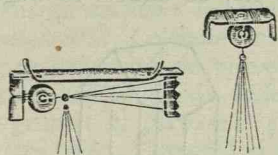
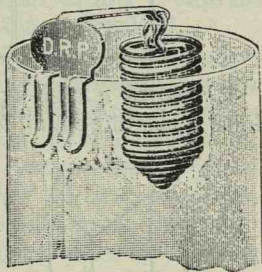

Fig. 208. Burete cu sârme de platin.
Fig. 209. Aprinzătoare de gaz.
**Aprinzătoarele de gaz** sunt făcute cu burete de platin legat cu sârme *foarte subțiri* de platin, fig. 208. Buretele singur nu poate aprinde gazul de luminat. El se încălzește însă într'atât în cât înroșește sârmele care aprind gazul. Numai de la introducerea acestor sârme subțiri de platin a putut lua naștere industria acestor aprinzătoare. Buretele de platin legat cu sârme se găsește în coșulețul care se atârnă în cilindrul dela lampă, fig. 209. Buretelui de platin i se dă nenumărate forme. O aprinzătoare funcționează mai multe luni și chiar un an, dacă din când în când o încălzim puțin în flacăra unei lumânări.